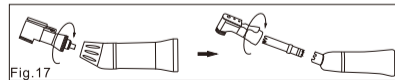

Fig.17
- 1) Løsn koblingsbøsningen mod uret, fjern hovedet og drivakslen (fig. 17).